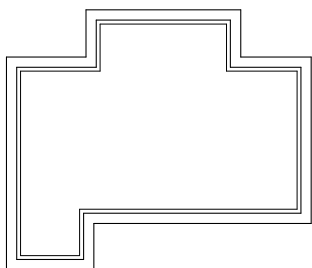

图 3-68 创建内保温层
4) 重复点取保温层所在的墙体一侧, 创建内保温层的结果如图 3-68 所示。